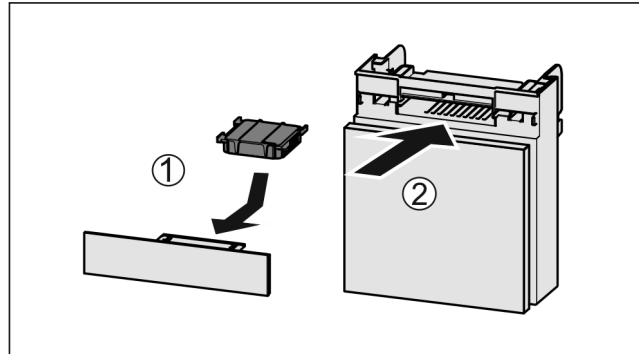

Fig. 141
- Aktif karbon filtresini şekildeki gibi yerleştirin Fig. 141 (1).
- Aktif karbon filtresi aşağı doğru bakıyorsa: Rafı içeri itin Fig. 141 (2).